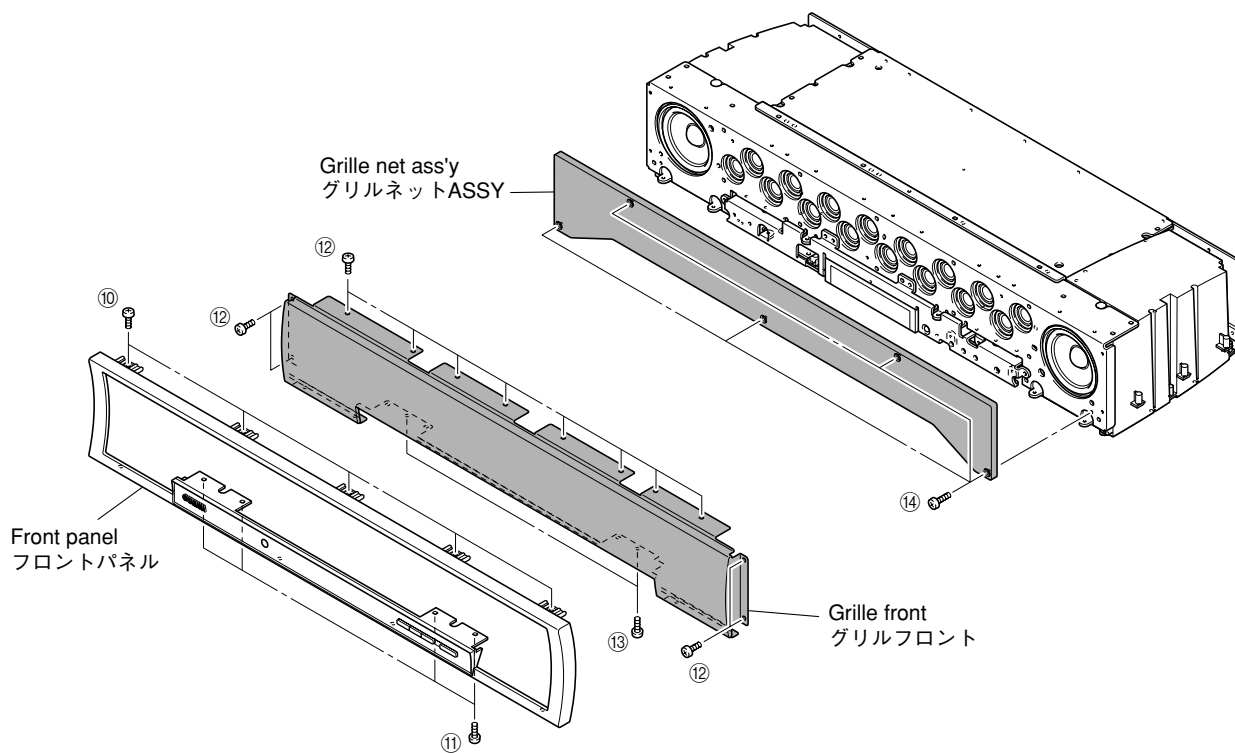

Fig. 3
- Remove 5 screws (⑩) and 4 screws (⑪). (Fig. 3)
- Remove the front panel forward gradually. (Fig. 3)
- Remove 12 screws (⑫) and 2 screws (⑬). (Fig. 3)
- Remove the grille front forward. (Fig. 3)
- Remove 5 screws (⑭) and then remove the grille net ass'y. (Fig. 3)
- ⑩のネジ5本、⑪のネジ4本を外します。(Fig. 3)
- フロントパネルを前方にゆっくり取り外します。(Fig. 3)
- ⑫のネジ12本、⑬のネジ2本を取り外します。(Fig. 3)
- グリルフロントを前方へ取り外します。(Fig. 3)
- ⑭のネジ5本を外し、グリルネットASSYを取り外します。(Fig. 3)